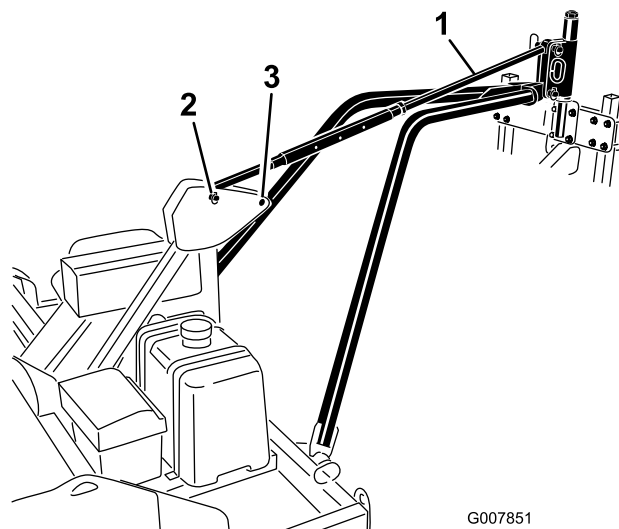

Figure 14
5. Alignez le trou dans la plaque d'attache des bras de remorquage sur les trous inférieurs du pivot d'attelage de l'aérateur (Figure 14). Fixez la plaque d'attache au pivot d'attelage avec une goupille d'attelage et une goupille à anneau.
7. Fixez la biellette d'inclinaison aux trous supérieurs du pivot d'attelage de l'aérateur et du pivot d'attelage du châssis à l'aide des goupilles d'attelage et des goupilles à anneau (Figure 14).